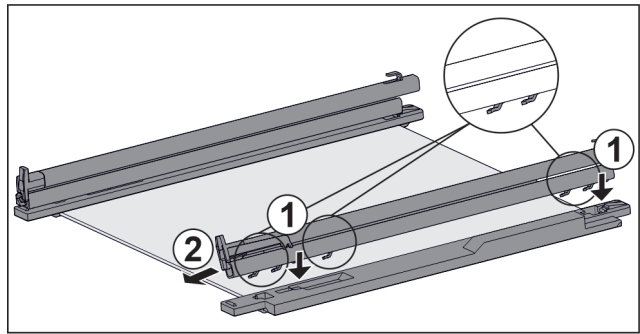

Fig. 154 Placă de sticlă cu șine și piese de fixare
- ▶ Așezați cârligele șinei pe deschiderile piesei de fixare din **stânga**. Fig. 154 (1)
- ▶ Trageți șina în față. Fig. 154 (2)
- ▶ Așezați cârligele șinei pe deschiderile piesei de fixare din **dreapta**. Fig. 154 (1)